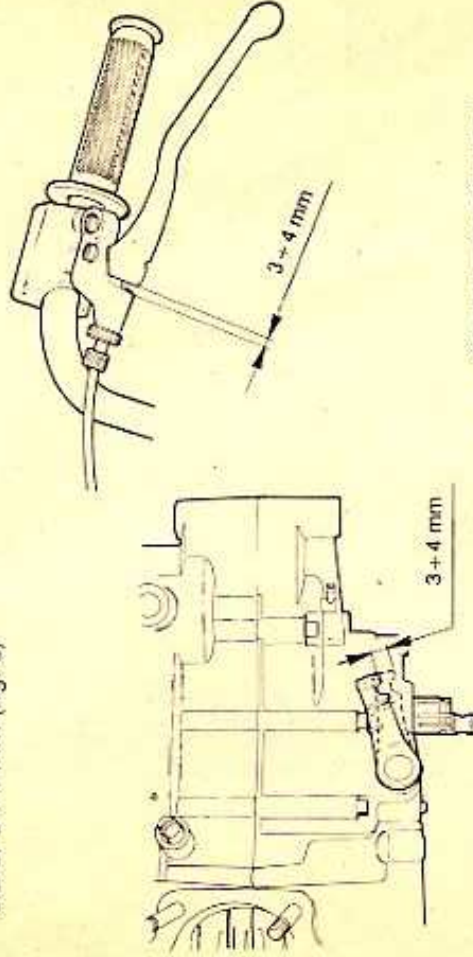

FIG. 5 Controllo gioco frizione
- 2) Controllare periodicamente la corretta registrazione della frizione verificando che la corsa a vuoto della leva di comando sul manubrio e sul motore sia di 3 + 4 mm (fig. 5)